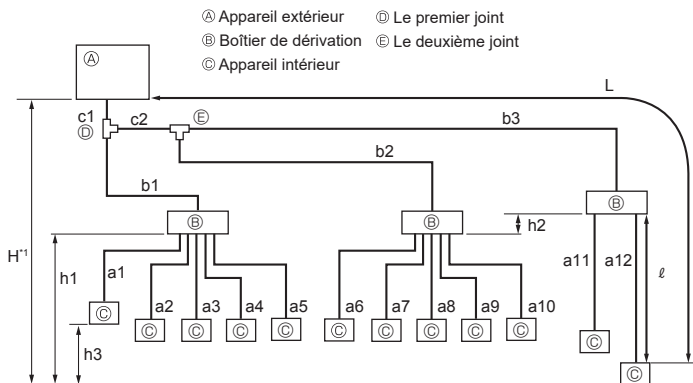

Fig. 4-2
4.1.2. Raccordement avec boîtier de dérivation (Fig. 4-2)